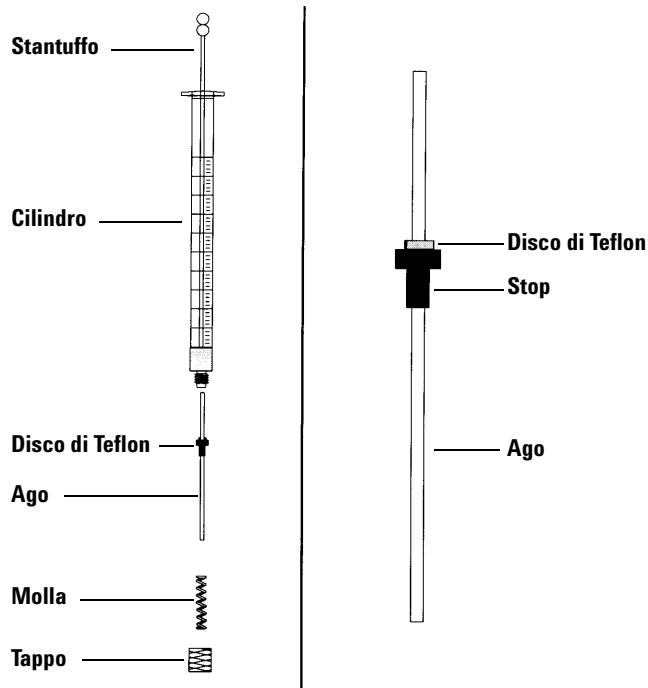

Figura 71 Parti della siringa
Per inserire un ago in un cilindro di siringa (Figura 71):
- 2 Assicurarsi che l'ago sia dotato di un disco di Teflon (Figura 71). Se il cilindro della siringa è privo di disco di Teflon, seguire le istruzioni riportate sulla confezione della siringa per avvolgere l'ago.